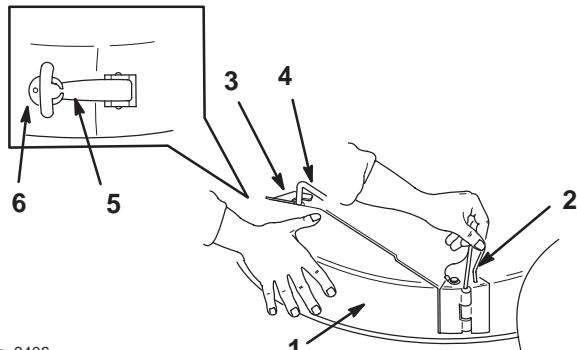

Bild 12
- Setzen Sie den Auswurfkanal auf. Der hintere Haken sollte um die Ablenkblechstange gehakt sein, und der vordere Verschluss sollte ausgerichtet sein. Setzen Sie den Arretierbolzen ein (Bild 12).
- Haken Sie den flexiblen Verschluss am Auswurfkanal in die eingekerbe Halterung hinten am Mähwerk ein (Bild 12).
- Lösen Sie den flexiblen Verschluss und nehmen Sie den Arretierbolzen ab, mit dem der Auswurfkanal am Mähwerk befestigt ist. Nehmen Sie den Auswurfkanal vom Mähwerk ab (Bild 12).